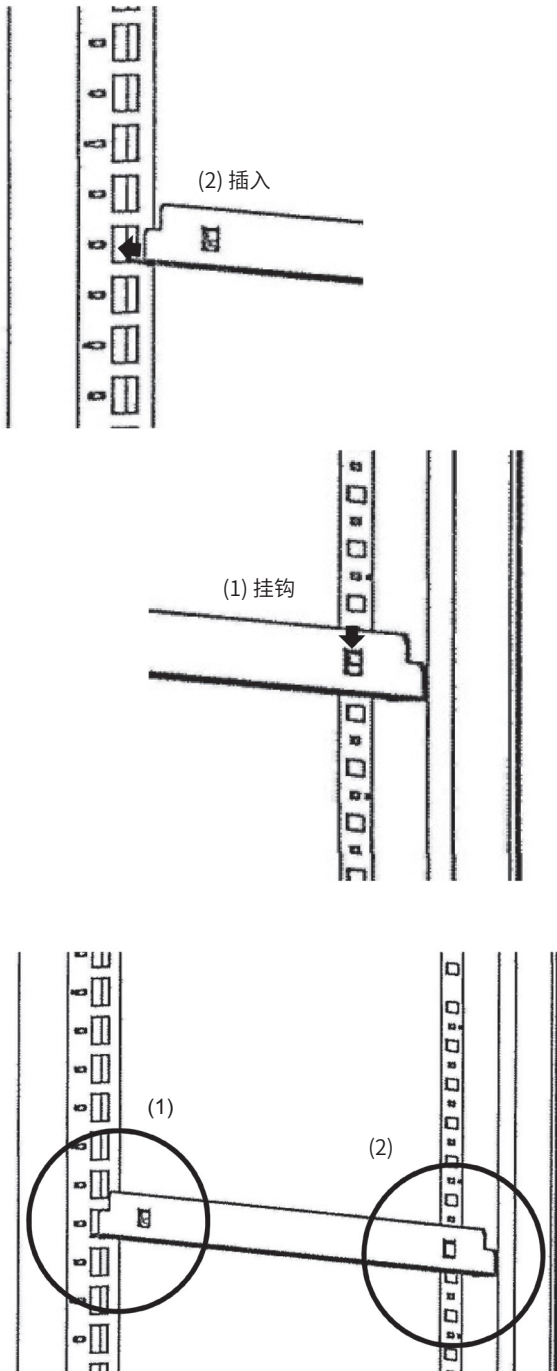

图 8
- * 若要安装导轨，(1)请将导轨挂钩向后推入后层板立柱上的方孔，(2)然后将导轨挂钩向下推入前层板立柱上的方孔。若要拆下导轨，请按照与上述相反的步骤操作。参见图8。